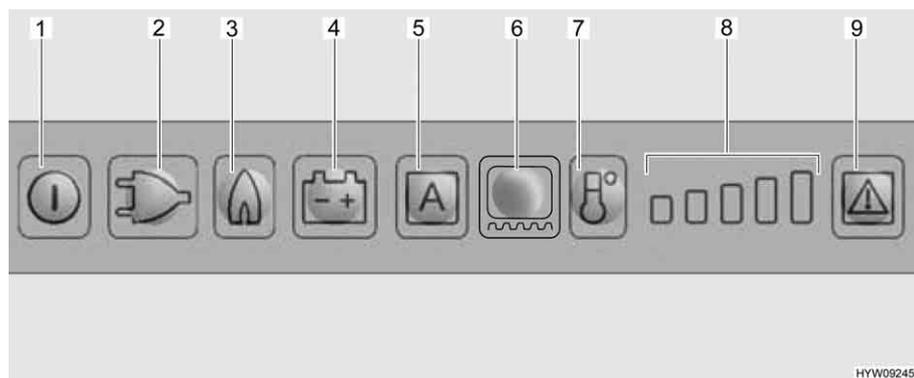

Fig. 150 Quadro comandi LED (frigorifero Dometic)
Selezionando il funzionamento a gas, il dispositivo di sicurezza si apre automaticamente, così che il gas possa fluire al bruciatore. Contemporaneamente si inserisce l'accenditore elettronico. Se la fiamma del gas si spegne, ad es. a causa di un colpo di vento, l'accenditore viene subito azionato riaccendendo il gas. In caso di guasto del funzionamento a gas, i tasti luminosi relativi a gas (Fig. 150,3) e guasto (Fig. 150,9) lampeggiano e viene emesso un segnale acustico per 20 secondi.
- Premere il tasto On/Off (Fig. 150,1) per circa 2 secondi. Il frigorifero si accende e viene visualizzato l'ultima modalità di funzionamento selezionata.
- Premere il tasto luminoso per il tipo di funzionamento desiderato (Fig. 150,2 - 4) o la modalità automatica "AES" (Fig. 150,5) (solo per versione AES).
- Regolare la temperatura di refrigerazione con il tasto di del livello di refrigerazione (Fig. 150,7). L'indicazione del livello di refrigerazione (Fig. 150,8) mostra la regolazione sul termostato.
- Premere il tasto On/Off (Fig. 150,1) per circa 2 secondi.
Dopo l'accensione il frigorifero seleziona automaticamente la regolazione intermedia del termostato. Questa regolazione può essere modificata manualmente tramite il tasto del livello di refrigerazione (Fig. 150,7). Ci vogliono alcune ore prima che il frigorifero raggiunga la temperatura normale di esercizio. Quando si commuta a un'altra modalità di funzionamento, la regolazione sul termostato viene mantenuta.
- Accendere il riscaldamento del telaio per 2 ore: Premere una volta il tasto luminoso per il riscaldamento del telaio (Fig. 150,6). Sull'indicazione del livello di refrigerazione (Fig. 150,8) si accende una barra.
- Accendere il riscaldamento del telaio per 5 ore: Premere due volte il tasto luminoso per il riscaldamento del telaio (Fig. 150,6). Sull'indicazione del livello di refrigerazione (Fig. 150,8) si accendono due barre.
- Regolazione del riscaldamento del telaio ad esercizio continuo: Premere tre volte il tasto luminoso per il riscaldamento del telaio (Fig. 150,6). Sull'indicazione del livello di refrigerazione (Fig. 150,8) si accendono tre barre.
L'indicazione del livello di refrigerazione (Fig. 150,8) indica per alcuni secondi la durata di esercizio del riscaldamento del telaio.
In caso di guasto, il tasto luminoso Guasto (Fig. 150,9) lampeggia. Lampeggia inoltre uno dei tasti luminosi della modalità di funzionamento o l'indicazione del livello di refrigerazione. Viene emesso anche un segnale acustico. Per le note sulla visualizzazione degli errori e la loro eliminazione, vedi capitolo 14.
- ▷ Dopo aver eliminato un guasto del funzionamento a gas, premere il tasto luminoso Reset (Fig. 150,9).